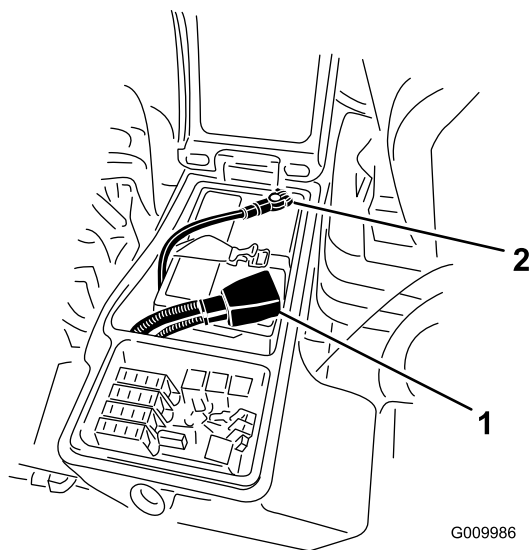

Figure 56
3. Débranchez le câble négatif (noir) de la borne négative (-) et le câble positif (rouge) de la borne positive (+) de la batterie (Figure 56).
6. Raccordez le câble positif (rouge) de la batterie à la borne positive (+) et le câble négatif (noir) à la borne négative (-) (Figure 56).